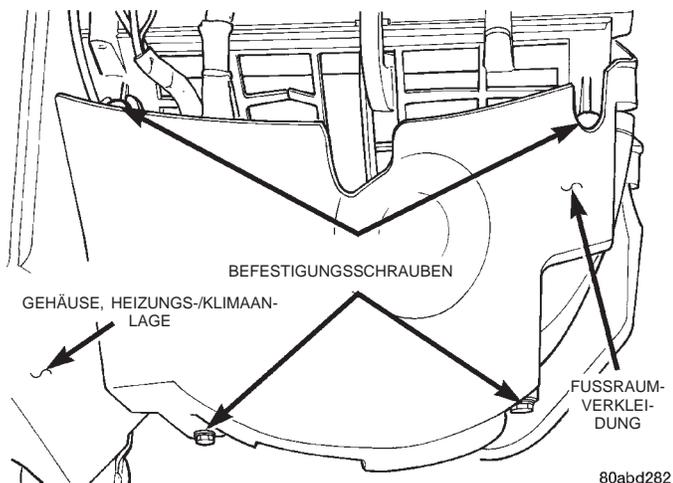

Abb. 43 Fußraumverkleidung aus- und einbauen
(2) Die beiden Schrauben lösen, mit denen das Oberteil der Fußraumverkleidung auf der Beifahrerseite unter der Instrumententafel am Gehäuse der Heizungs-/Klimaanlage befestigt ist (Abb. 43).